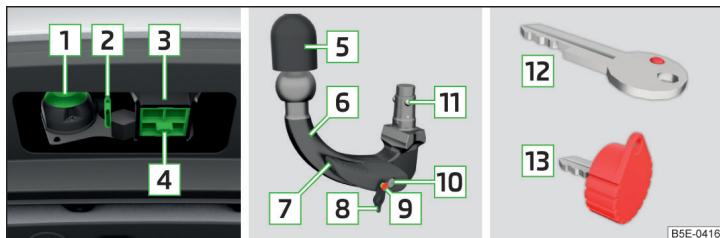

Fig. 297 Support du dispositif d'attelage/boule d'attelage/variantes de clés
Support du dispositif d'attelage, boule d'attelage et variantes de clé (selon l'équipement) » fig. 297
- Retirez le capuchon du logement **4** » fig. 297 à la page 267 en tirant vers le bas.